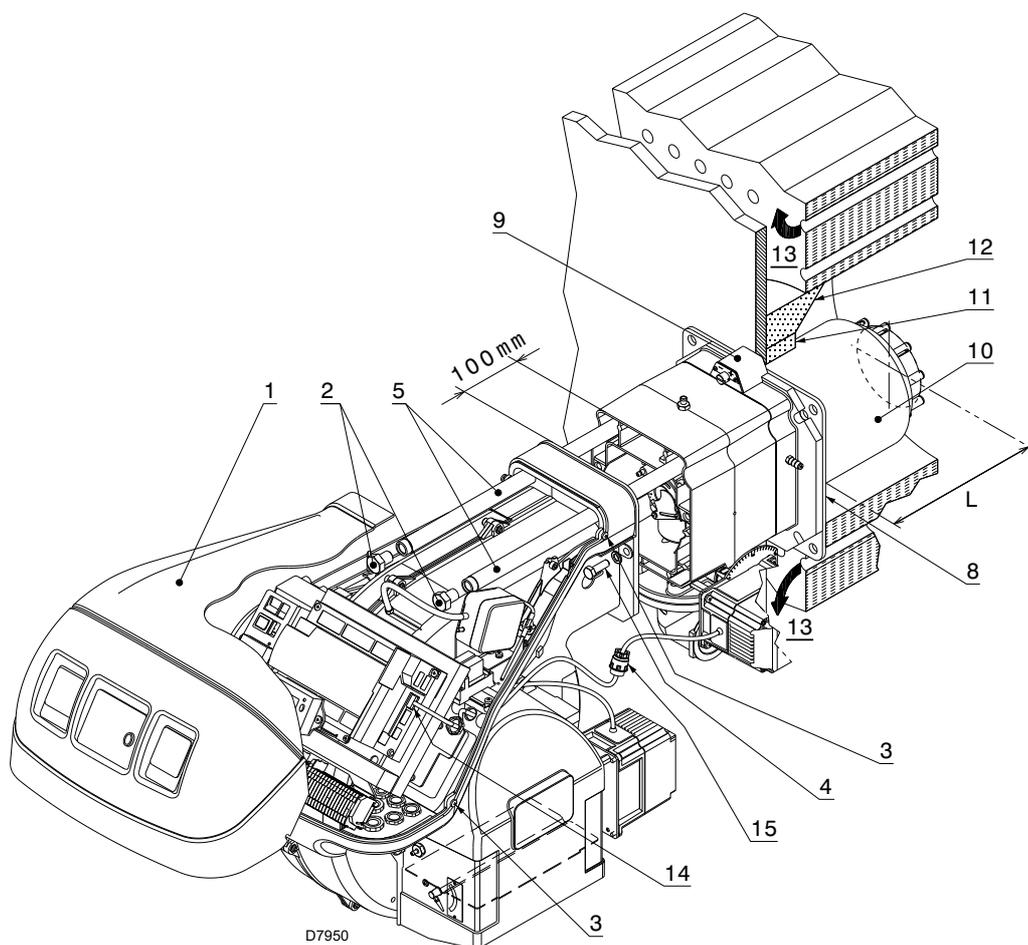

Fig. 16
Para calderas con paso de humos delantero 13)(Fig. 16 a pág. 25), realizar una protección de material refractario 11), entre el material refractario de la caldera 12) y el tubo llama 10). Esta protección debe permitir el desplazamiento del tubo de llama.
En calderas con frente refrigerado por agua, no es necesario el revestimiento refractario 11)-12)(Fig. 16), salvo que lo indique expresamente el fabricante de la caldera.
Separar el cabezal de combustión del resto del quemador, como en la Fig. 16; proceder de la siguiente manera:
- volver a montar el quemador en las guías 3) aproximadamente a 100 mm del manguito 4) - quemador en la posición ilustrada en la Fig. 16 a pág. 25;
- conectar el conector macho del servomotor 14)(Fig. 16) y enroscar el anillo pasacable 15);